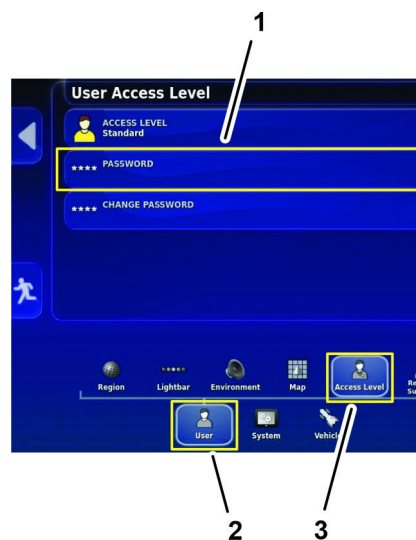

図 247
4. 設定画面で、ユーザーアイコンを押し、アクセスレベルアイコンを押し 図 247。
5. パスワードアイコンを押す 図 247。